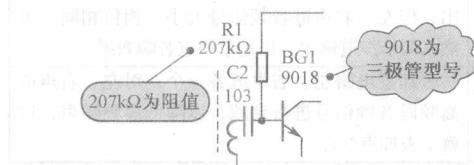

图 1-6 元器件参数标注示意图
(1) 表达整机电路工作原理。整机电路图描述了整个机器的电路结构、各单元电路的具体形式和它们之间的连接方式，从而可以使人们了解整机电路的工作原理。
(2) 给出各元器件参数。它给出了电路中各元器件的具体参数，如型号、标称值和其他一些重要数据，为检测和更换元器件提供了依据。如图 1-6 所示，更换某个三极管时，可以查阅图中的三极管型号标注 (BG 为老电路符号，现在三极管用 VT 符号表示)。